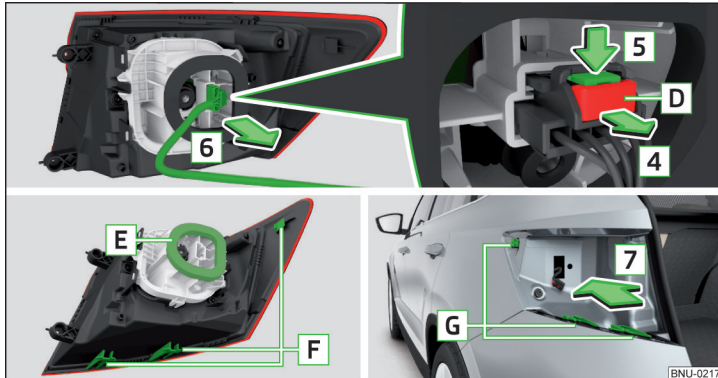

Abb. 352 Stecker abziehen / Leuchte einbauen
- › Die Verriegelung **D** am Stecker in Pfeilrichtung **4** ziehen » Abb. 352.
- › Den Stecker entgegen der Pfeilrichtung **6** » Abb. 352 in die Leuchte einschieben.
- Darauf achten, dass bei erneutem Einbau der Leuchte der Leitungsstrang zwischen der Karosserie und der Leuchte nicht eingeklemmt und die Dichtung **E** » Abb. 352 richtig eingesetzt wird - anderenfalls besteht die Gefahr von Wassereintritt und von Beschädigung der Elektroinstallation.